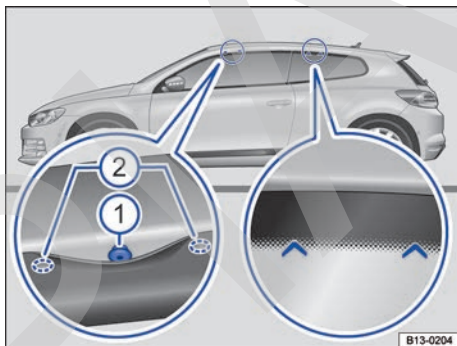

Fig. 154 Puntos de fijación para los soportes básicos.
El punto de fijación para el soporte básico delantero → fig. 154 ⓘ se encuentra **debajo** de la junta de la puerta entre las marcas ②.
Las marcas de la zona de fijación para el soporte trasero se encuentran encima de las ventanillas traseras → fig. 154. ▶
- Los soportes básicos solo se deberán montar en los orificios que aparecen señalados en la ilustración → fig. 154 o en los puntos que vienen señalizados con unas marcas.
- Fije los soportes básicos únicamente en el punto y la zona que se muestran en la figura → fig. 154.